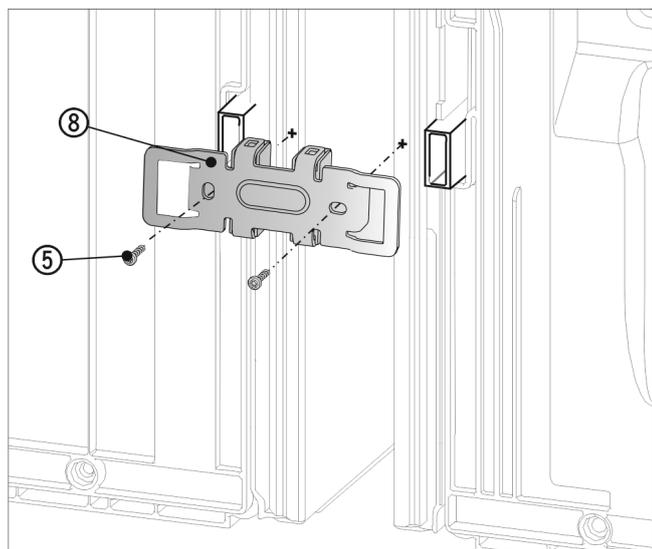

Fig. 24
- ▶ 使用凹槽重新将角 Fig. 24 (8) 推入壁距调整垫片的插槽上方。
- ▶ 使用两颗螺栓 Fig. 24 (5) 拧紧固定。